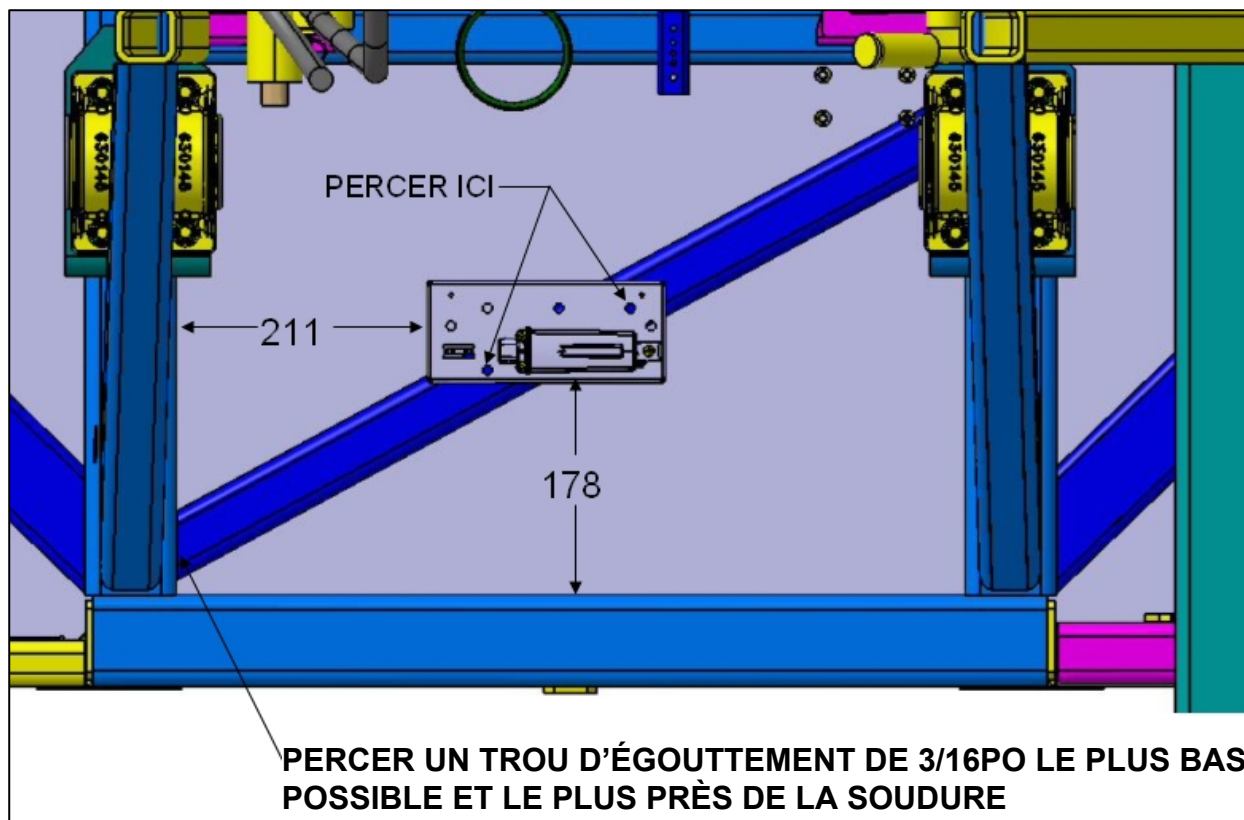

FIGURE 2
3. Positionner le support sur le tube diagonal de la structure à l'endroit indiqué à la figure 2 et percer 2 trous de 3/16 po.
4. Percer également un trou d'égouttement de 3/16 po dans le bas du tube diagonal (Voir figure 2).